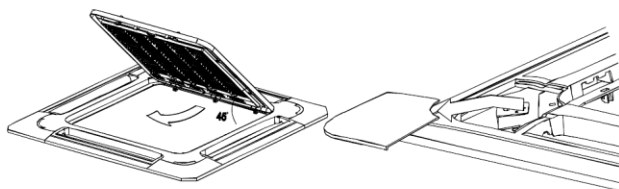

Fig. 5-10
■ Estrarre la griglia ad un angolo di circa 45° e poi rimuoverla. (Vedere fig. 5-10.)